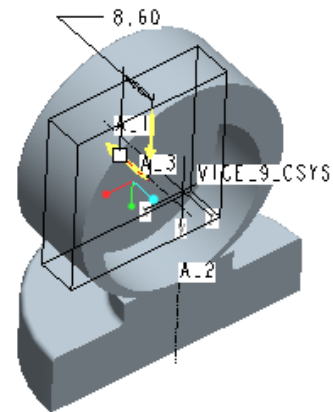

図 6-48 削除部分の深さ
- 削除する深さは図 6-48 に示すように、8.6mm である。これ以降の図形作成手順については、前項の 4) を参照されたい。